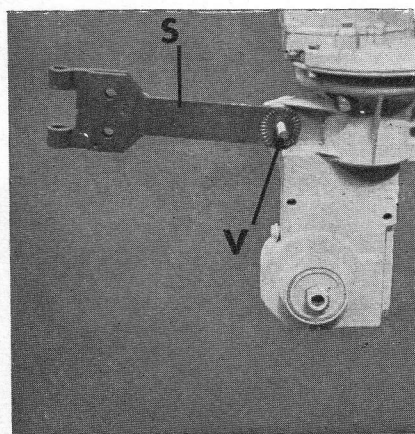

Fig. 3
- Engager de gauche à droite la vis d'assemblage à 6 pans V et fixer le support éperon S sur le carter d'entraînement (fig. 3)